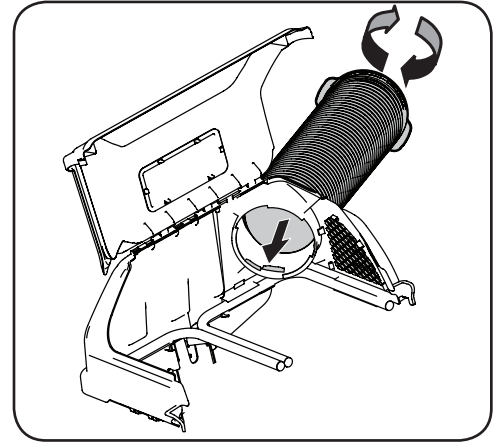

Figure 4-20
1. Installez la partie supérieure du boyau de la goulotte dans le support de la goulotte supérieure. Il y a deux encoches à l'intérieur de la partie inférieure du support de la goulotte supérieure qui servent à fixer le boyau de la goulotte. Voir Figure 4-20.